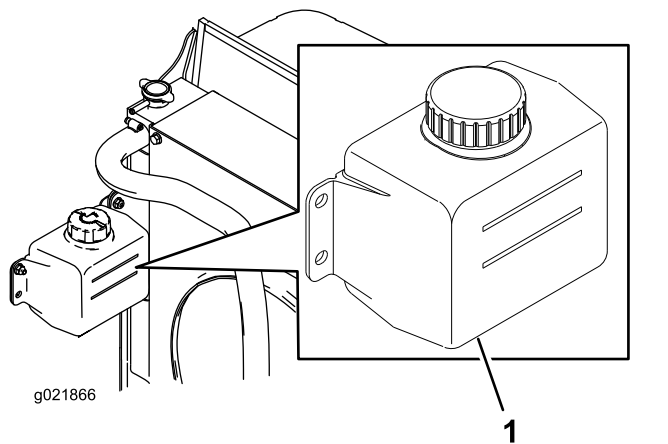

Figura 49
1. Controllate il livello di refrigerante nel serbatoio di espansione (Figura 49).